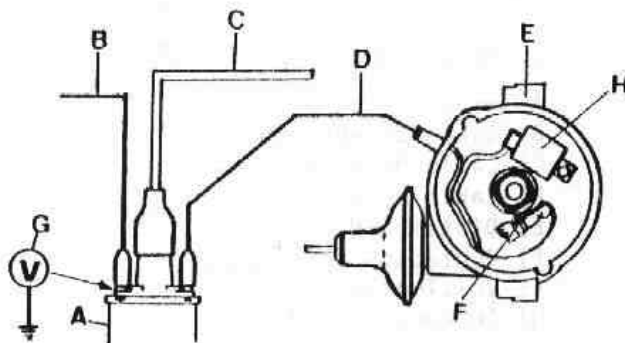

Fig. N2-1 Voltaje en el terminal de entrada de bobina
- 1.1. Conectar el cable negativo del voltímetro, G (Fig. N2-1) a masa, y el positivo, al terminal de entrada, B, de la bobina, A.
- 1.2. Comprobar que los contactos del ruptor, F (Fig. N2-1) están cerrados, conectar a continuación el encendido y observar en el voltímetro, G, una lectura de 24 voltios. Si la lectura fuese inferior, se revisará el circuito desde la batería.